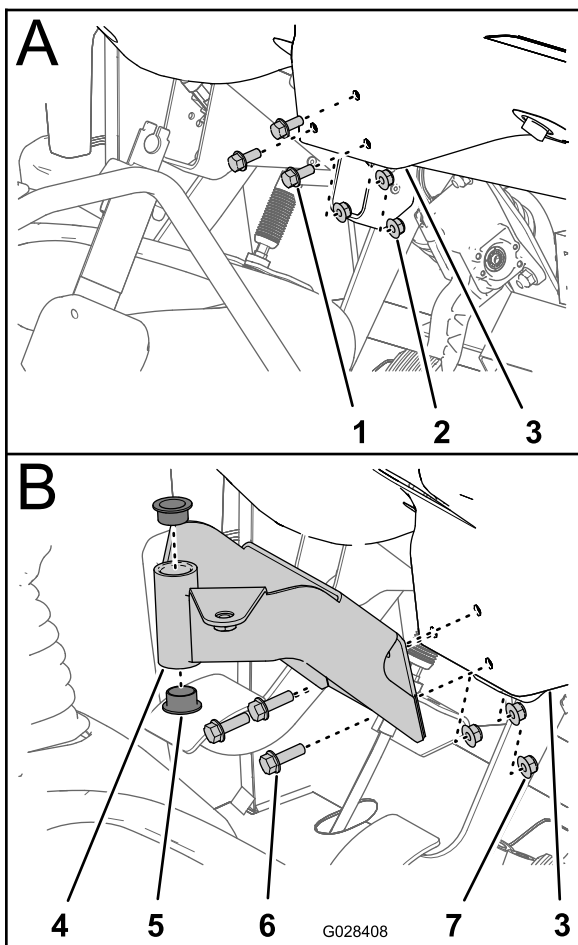

Figura 18
1. Retire os três parafusos e as três porcas que prendem a parte central inferior do painel de instrumentos ao suporte de apoio do painel (Figura 18).
2. Alinhe os furos no suporte de montagem da consola de controlo com os furos no tablier e suporte de apoio (**Figura 18**).
4. Aperte os parafusos e porcas com uma força de (**Figura 18**).
5. Insira os dois casquilhos plásticos no suporte de montagem (**Figura 18**).